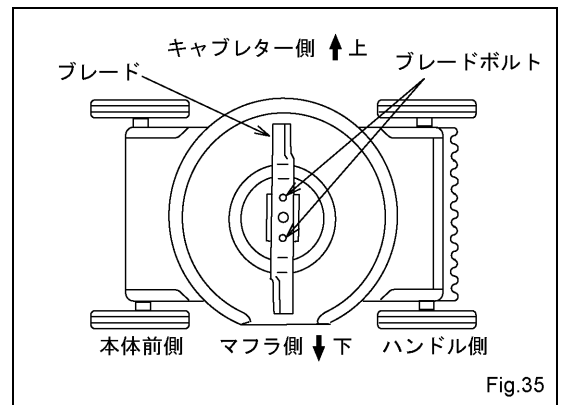

Fig.35
- 本機を横転させる場合には、キャブレター側を上、マフラ側を下にして傾斜させて下さい。(Fig.35)